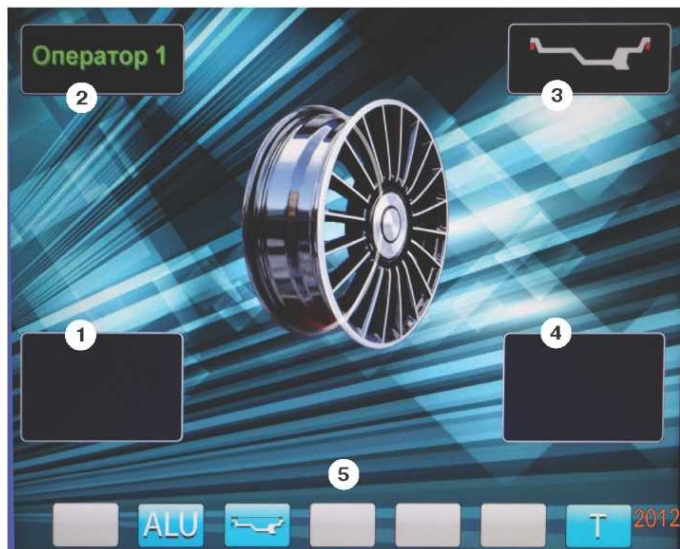
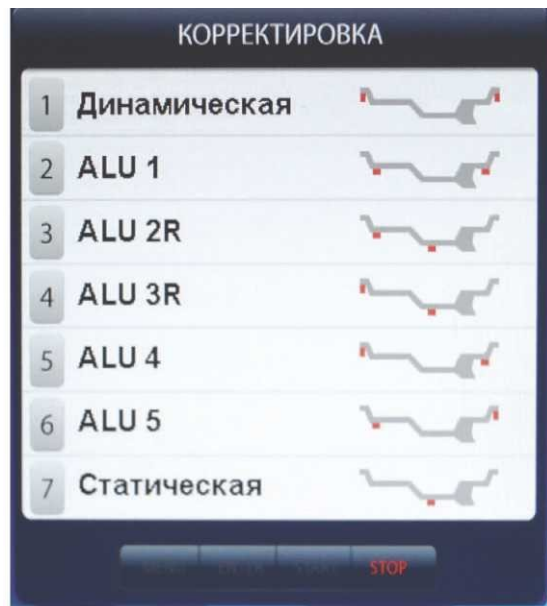

рис.8.2.
рис.11.3.
8.3. После включения питания СБ на экране монитора отображается фирменная заставка, которая через несколько секунд сменяется отображением экрана основного рабочего режима (рис. 8.2).
Для выбора схем расположения грузов в программах ALU1-ALU5 необходимо, находясь в режиме основного рабочего экрана, нажать кнопку «ALU», при этом открывается окно схем установки грузов, отмеченных номерами рис. 11.3. Если после введения размеров колеса установился экран ввода геометрических параметров, необходимо перейти в экран основного рабочего режима нажатием кнопки «STOP». Для выбора нужной схемы нажмите кнопку верхнего ряда клавиатуры с соответствующим номером. Выбранная схема установки грузов отображается в окне 3 экрана основного рабочего режима (рис. 8.2).
12.2. При включении СБ программа измерения дисбаланса настраивается таким образом, что дисбаланс менее 8 г (заводская установка) на любой плоскости коррекции не показывается, в этом случае в окнах 1 и 4 (рис. 8.2) высвечиваются «ОК». Минимальный дисбаланс отображающийся в окнах 1 и 4 равен 8 г. Дисбаланс, превышающий 8г, округляется до величины кратной 5, т.е. дисбаланс 9, 10, 11 и 12 г отображается цифрой 10, дисбаланс 13, 14,15, 16 и 17 г - цифрой 15 и т. д. Для просмотра неокругленного значения дисбаланса или дисбаланса менее 8г. необходимо нажать кнопку «<>», при этом в окнах 1 и 4 на 2-3 сек высвечиваются фактические значения дисбаланса, определенные в данном запуске.